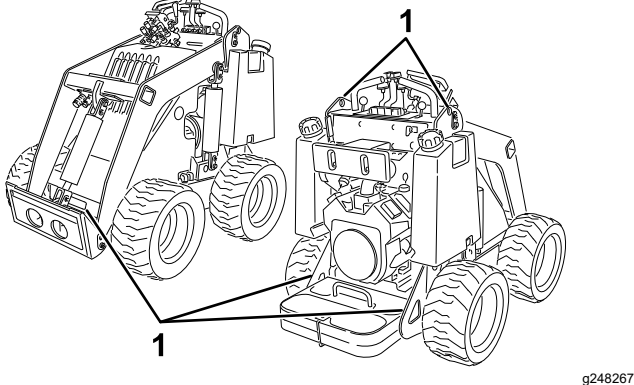

Figura 15
8. Utilice los puntos de amarre metálicos de la máquina para sujetar la máquina firmemente al remolque o al camión con correas, cadenas, cables o cuerdas (Figura 15). Consulte la normativa local respecto a los requisitos de amarre.
Puede izar la máquina usando los puntos de amarre/izado; consulte Figura 15.